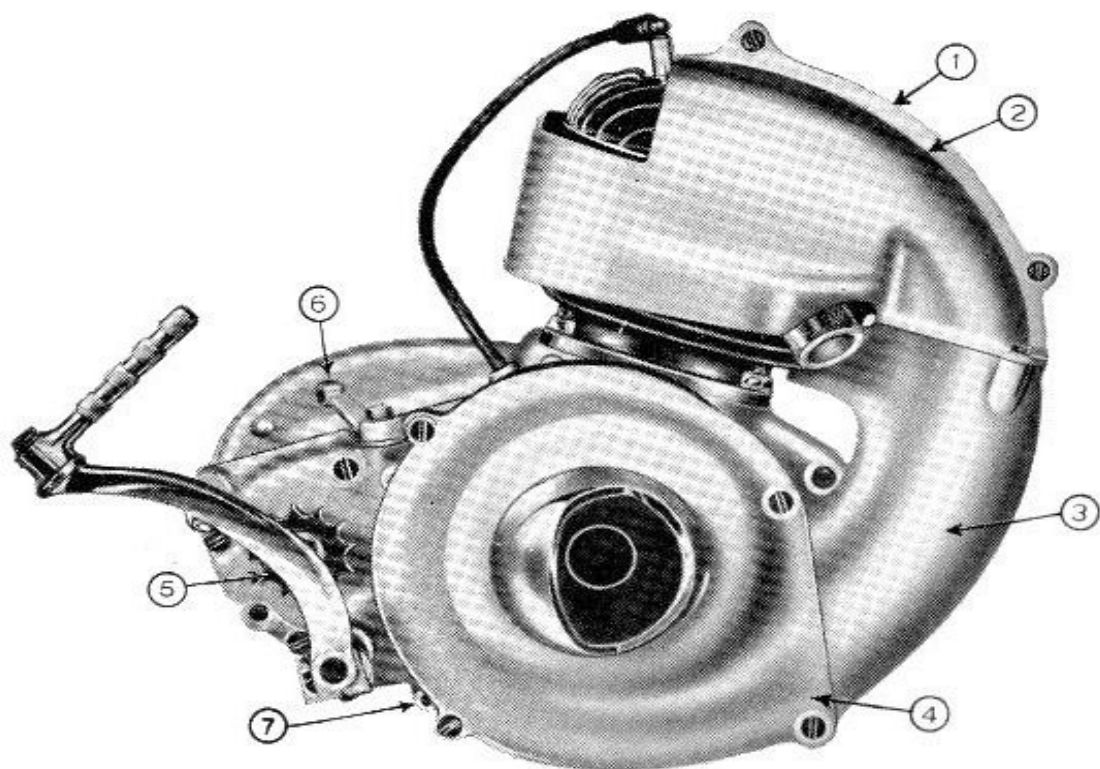
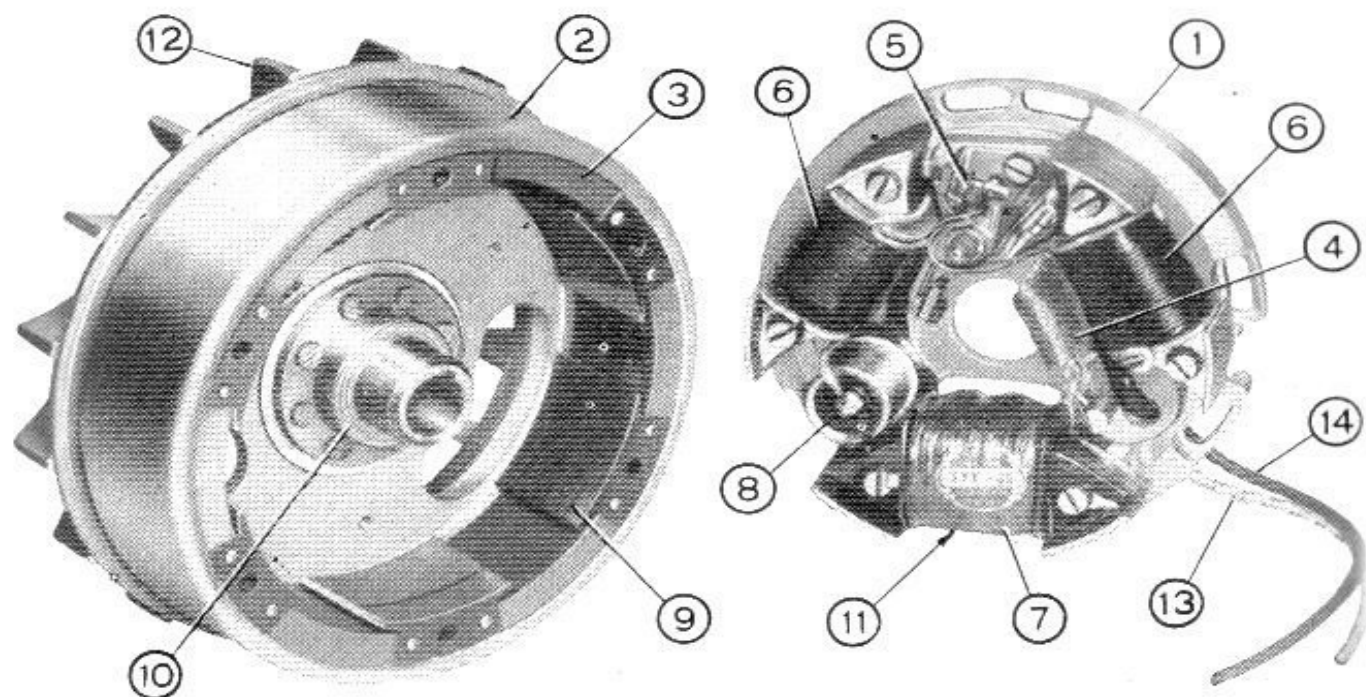

Fig. 13 - Vista laterale del motore « Iso ».
Fig. 17 - Volano magnete.
- smontare le cuffie sinistra e destra (1-2 fig. 13) del convogliatore aria (solo per Iso);
- togliere il convogliatore (3 fig. 13) e le cuffie (1-2) di raffreddamento, attraverso lo sportello di ispezione destro;
Una ventola (12 fig. 17) fissata al volano-magnete aspira aria che viene convogliata verso le cuffie (1-2 fig. 13), determinando una corrente d'aria sufficiente a raffreddare efficacemente le superfici della testa e del cilindro motore, anche sotto sforzi prolungati.
Il volano magnete è del tipo FILSO MVAS 6/30/139/F.0115, ad alta tensione con indotto fisso (1 fig. 17) ed induttore rotante (2) facente da volano, entro il quale sono montati 6 magneti permanenti (3) producenti un forte campo magnetico. Detti magneti volani, oltre a provvedere e generare l'alta tensione per l'accensione del motore, generano l'energia a bassa tensione necessaria alla alimentazione del fanale anteriore, posteriore ed avvisatore.